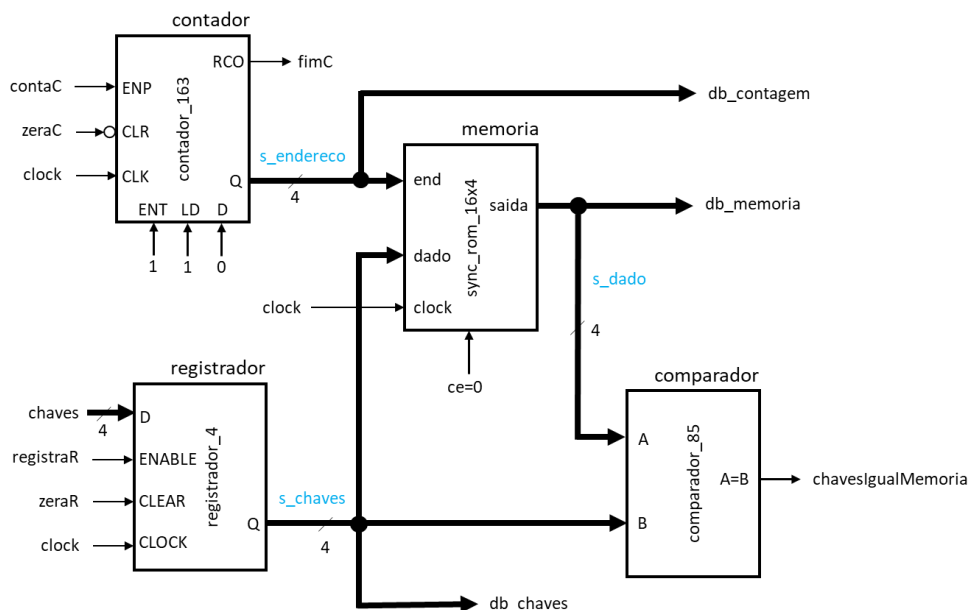

Figura 5: Diagrama de Blocos da Estrutura Interna do Fluxo de Dados.
- b) A Figura 5 apresenta um diagrama de blocos do fluxo de dados da experiência. Compare-o com o fluxo de dados da experiência anterior e analise as diferenças.
² Cada comando de alto nível deve ser traduzido pelo sinal de controle correspondente. Por exemplo, o comando *zerar registrador* é traduzido pelo sinal *zeraR*. Os sinais de controle de todos os elementos do fluxo de dados podem ser verificados na Figura 5.
³ A Figura 5 mostra o diagrama de blocos do fluxo de dados em que o sinal de condição *fimC* é gerado pelo contador interno.